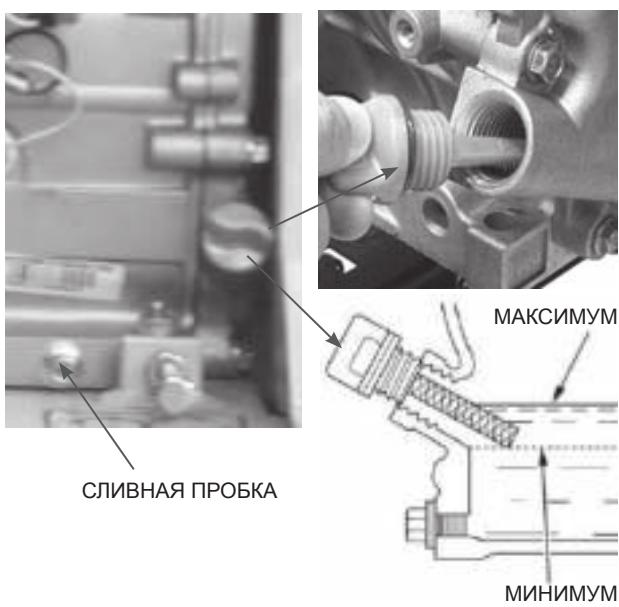

Рис.6
1. Разместите под двигателем подходящую емкость для сбора масла, затем снимите крышку/щуп маслоналивной горловины и открутите пробку маслосливного отверстия (Рис.6).